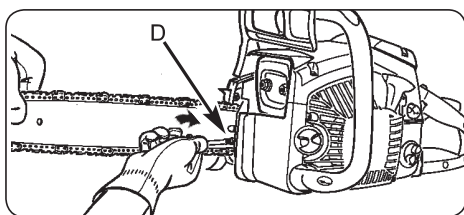

Abb. 4B
1. Halten Sie die Spitze der Leitschiene nach oben und drehen Sie die Justierschraube (D) im Uhrzeigersinn, um die Spannung der Kette zu erhöhen. Eine Drehung der Schraube (D) entgegen dem Uhrzeigersinn lockert die Spannung der Kette. Stellen Sie sicher, dass die Kette ganz um die Leitschiene angelegt ist (Abb. 4B).